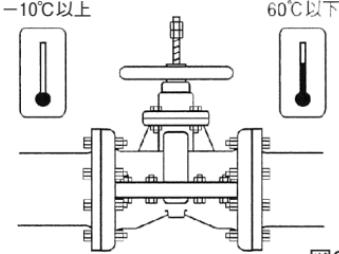

図8
- K. 粉塵、低・高温（-10℃以下・60℃以上）、凍結、降雪などの環境下でのご使用は避けてください。(図8)